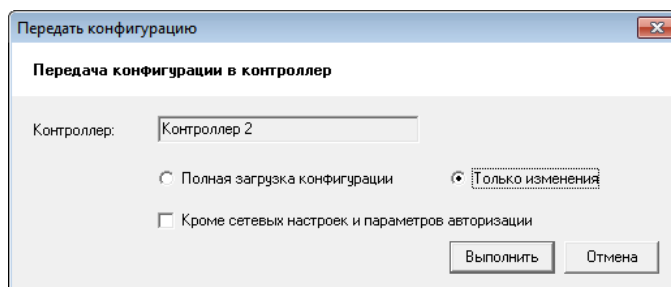

Рисунок 45 – Диалог "Передать конфигурацию"
- 13) В окне "Передать конфигурацию" выберите "Только изменения", убедитесь, что НЕ отмечена кнопка "Кроме сетевых настроек и параметров авторизации" (см. Рисунок 45) и нажмите кнопку "Выполнить".